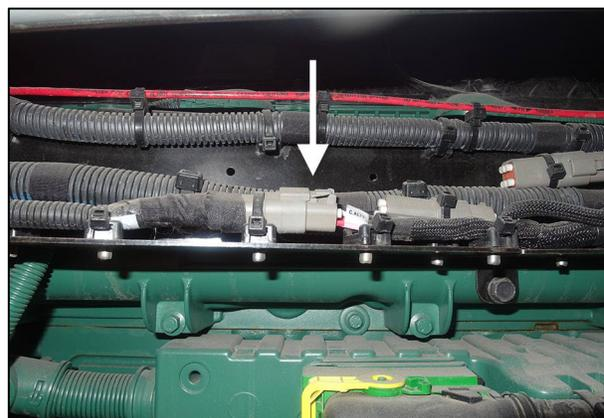

FIGURE 34
39. Guider le câblage de commande par dessus le moteur jusqu'au connecteur C_ALT. (Figure 34)